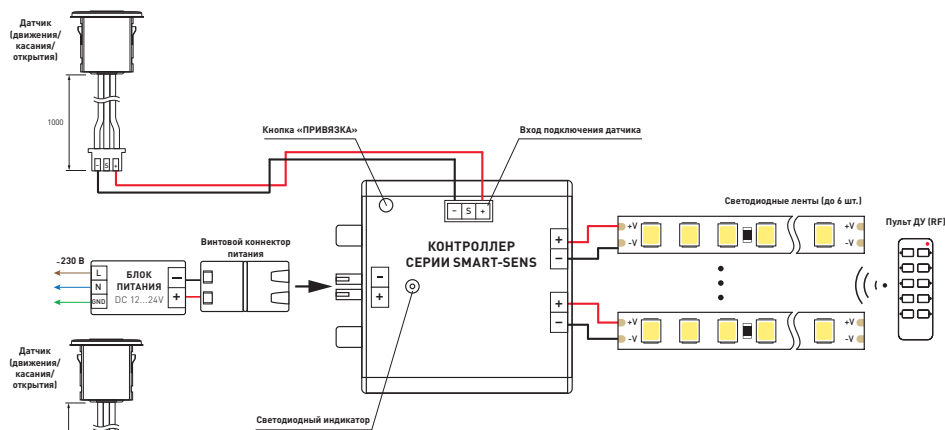

Рис. 2. Схема подключения контроллера при помощи коннектора
- 3.4. Подключите контроллер согласно одной из схем на рис. 2–3.